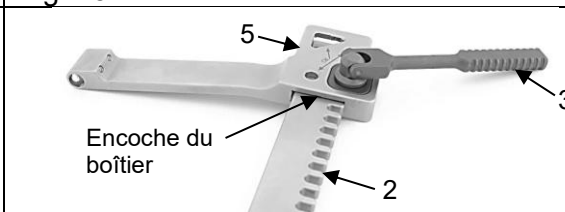

Fig. 16
Insérer la crémaillère (2) dans l'encoche du boîtier (5) jusqu'à ce que le pignon du levier d'entraînement (3) s'engrène dans la crémaillère (2) (Fig. 16).